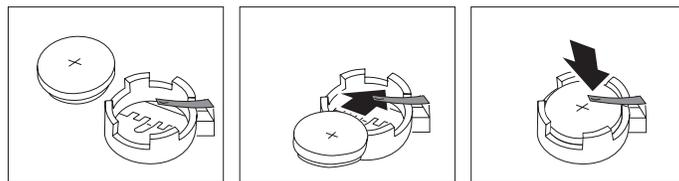

図 13. 電池の取り付け
6. 新しい電池を取り付けます。図 13を参照してください。